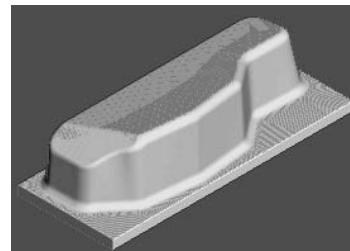

图 5-74 仿真加工结果 3
2) 在“仿真”工具栏的“当前刀具路径”下拉列表中选择要模拟的刀具路径 finish1，然后单击“执行”按钮，系统开始自动仿真加工，仿真加工结果如图 5-74 所示。